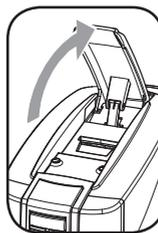

Рис.1
- 2- Поднять рычаг открывания отсека для капсул (рис.1).